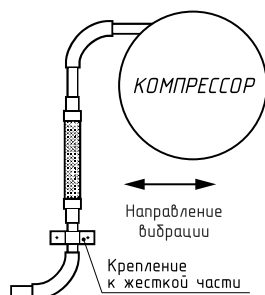
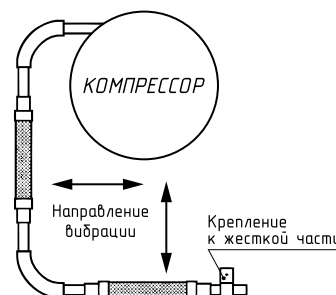

Рис. 1
Рис. 2
- Виброгаситель устанавливается перпендикулярно направлению вибрации. Если вибрация происходит по двум осям, требуется установка двух виброгасителей, расположив их, как представлено на рис.1 и рис.2.
- Для оптимального устранения вибрации, закрепить конец виброгасителя, как представлено на рис. 1 и рис. 2.